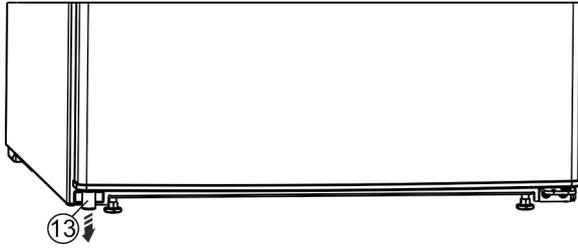

Fig. 13 \*
- ▶ Demontați distanțierul Fig. 13 (13) din partea inferioară stângă a ușii.\*